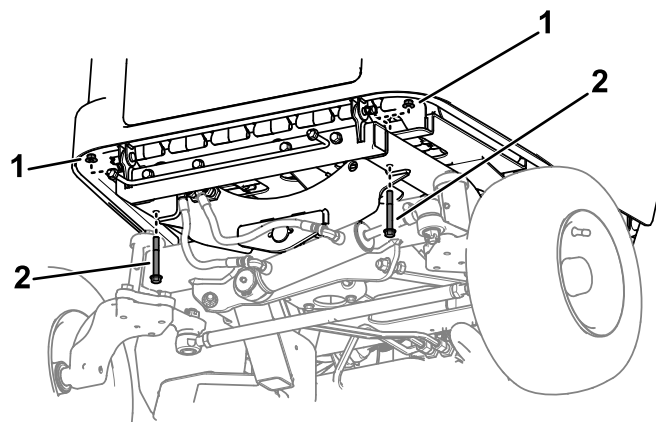

図 11
2. 後部バッテリートレイをフレームに固定しているボルト ( $\frac{3}{8}$ " x  $2\frac{3}{4}$ " ) 2本とナット ( $\frac{3}{8}$ " ) 2個を取り外して保管する (図 11)。